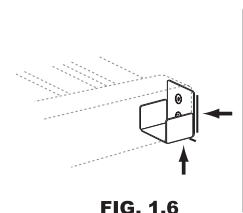

FIG. 1.6
9. Tracer une ligne de niveau sur le mur en bas et à côté de l'équerre (Fig. 1.6).